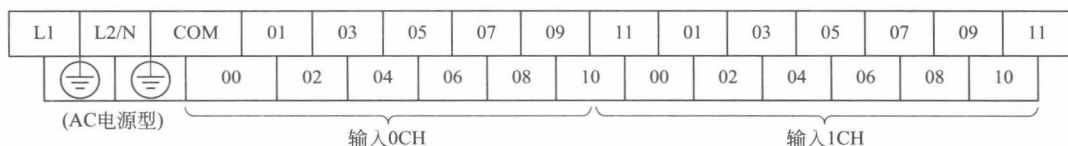

图 2-3 输入端子台
(2) 输入端子台 用于连接输入设备和主机单元电源，输入端子台（以 AC 电源供电型主机单元为例）如图 2-3 所示，L1、L2 端用于连接 AC 100~240V（50Hz/60Hz）的电压， $\perp$ 端为保护接地端，COM 端为输入端子公共端。输入端子台的输入端子有 0CH、1CH 两个通道，每个通道有 12 个端子，编号分别为 0.00~0.11 和 1.00~1.11。